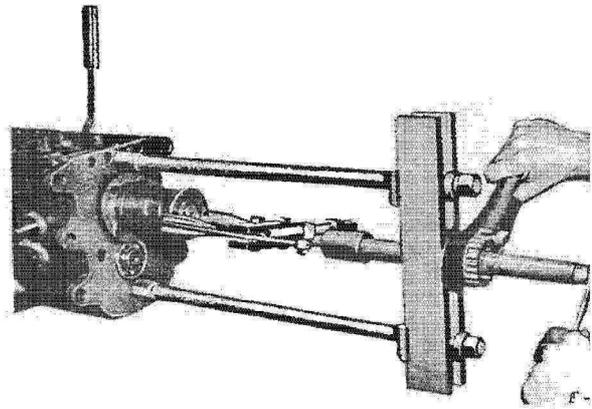

Fig. 28. - Dépose de la bride d'accouplement.
- A l'aide du dispositif ci-dessous, dégagez l'ensemble cage et arbre primaire (fig. 28).